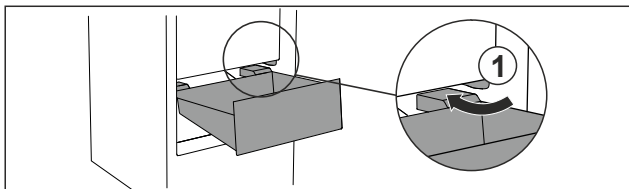

Fig. 65
- ▶ Прокарайте чекмеджето под ъгъл около ограничителите Fig. 65 (1).